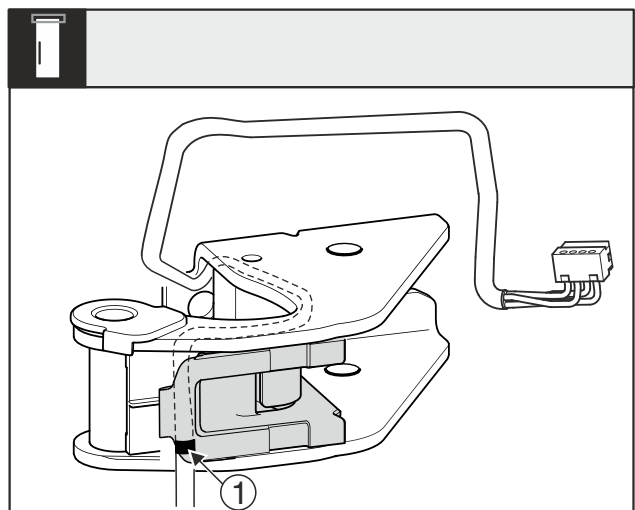

Fig. 29
- ▶ Middelste markering Fig. 29 (1) moet hierbij tegen de kant van de kabelhouder liggen.